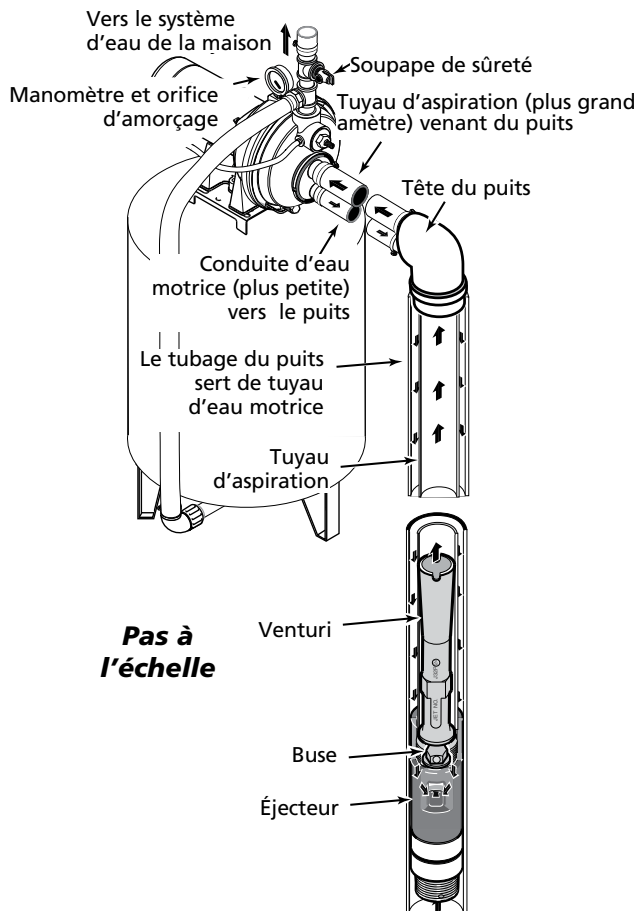

Figure 9 – Puits profond de 2 pouces (à un seul tuyau)
Installation sur un nouveau puits profond Puits de 2 pouces (Figure 9)
2. Assembler l'ensemble d'éjecteur Berkeley BK4840 (vendu séparément), la tuyauterie du puits et l'adaptateur de la tête du puits conformément aux instructions fournies avec l'éjecteur (Voir la Figure 9.) Utiliser un tuyau de descente galvanisé muni de raccords usinés pour assurer un débit adéquat. Suivre les instructions fournies avec le nécessaire de façon à assortir la buse et le venturi aux conditions du puits.